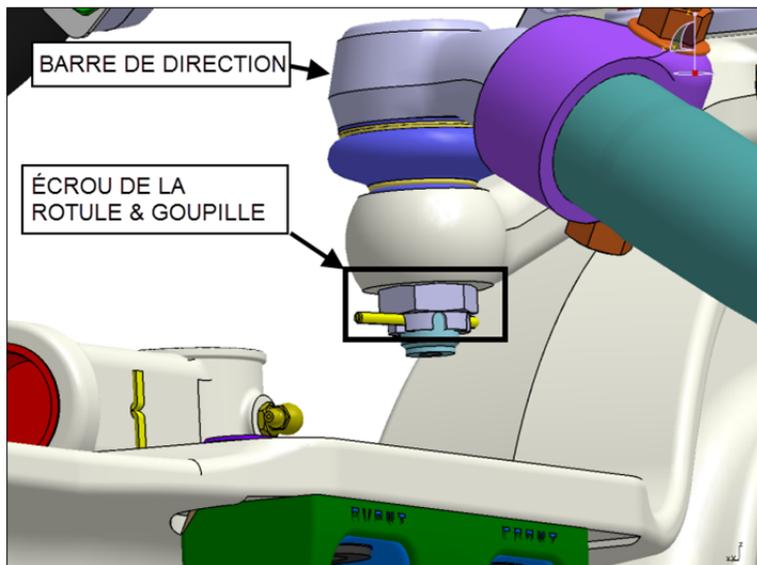

FIGURE 2
4. Retirez la goupille fendue et ensuite dévisser l'écrou de la rotule de la barre de direction (FIGURE 2).